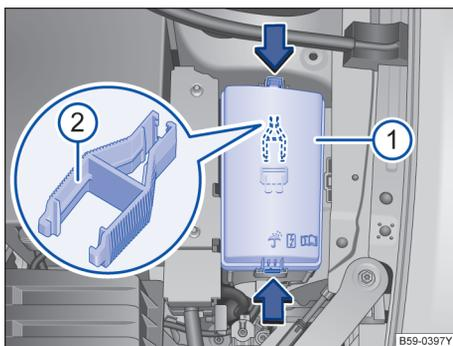

图 192 发动机舱内：保险丝盒盖板
- 沿箭头方向按压锁止按钮，以便将保险丝盒的盖板→图 192 解锁。
用来拔出保险丝的塑料夹钳→图 192 ② 位于发动机舱保险丝盒盖板的内侧。